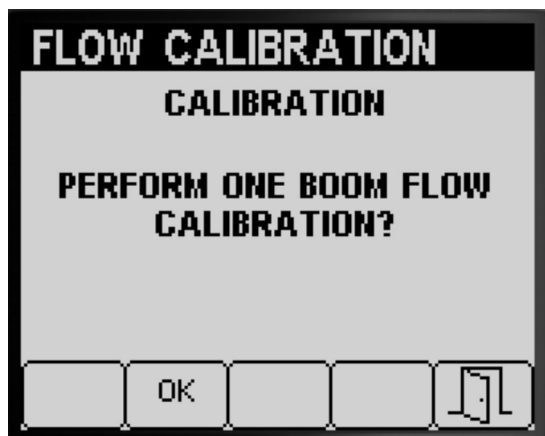

图 59
如果已经完成 3 打药机喷洒臂段校准和 2 打药机喷洒臂段校准 Infocenter 信息中心将提示执行 1 打药机喷洒臂段校准图 59 请执行以下操作中的一项
- 如果不需要执行 1 打药机喷洒臂段校准请按 5 号按钮返回至 Calibrate 校准屏幕图 59。